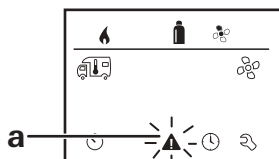

Fig. 25
1. Sélectionnez l'icône (« Fig. 25 ») au moyen du bouton rotatif / poussoir.
-  Dans ce cas, l'erreur n'est pas reconnue dans le CP plus VarioHeat et l'icône d'avertissement (« Fig. 25 ») demeure affichée. L'appareil demeure à l'état d'erreur. Il est possible de faire fonctionner les autres appareils raccordés.
1. Sélectionnez le symbole d'avertissement (« Fig. 25 ») au moyen du bouton rotatif / poussoir.